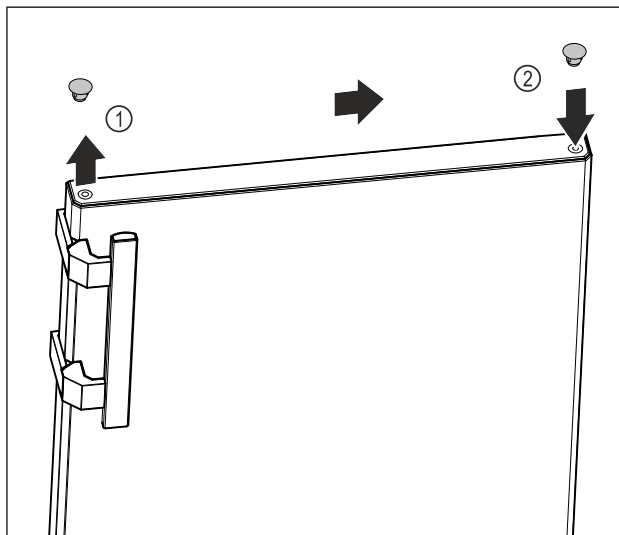

Fig. 14
- ▶ Ngrini lart me kujdes tapat mbuluese të anës së derës Fig. 14 (1) me një kaçavidë me kokë petë.
- ▶ Vendosni tapat mbuluese në anën e kundërt. Fig. 14 (2)